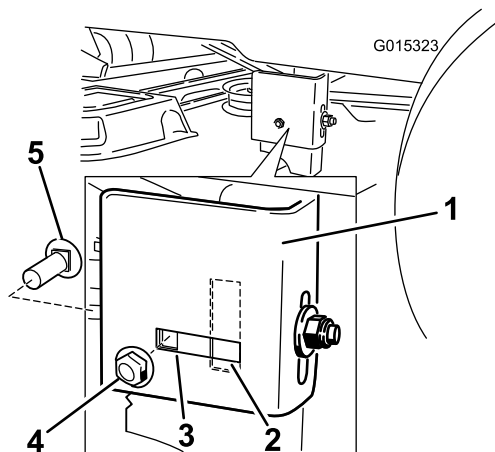

Figura 50
- Mova para o lado esquerdo da máquina. Remova a porca de bloqueio e o parafuso lateral da carroçaria da posição fixa e instale-o na parte de trás, posição da fenda e deixe-os ligeiramente soltos (Figura 50).